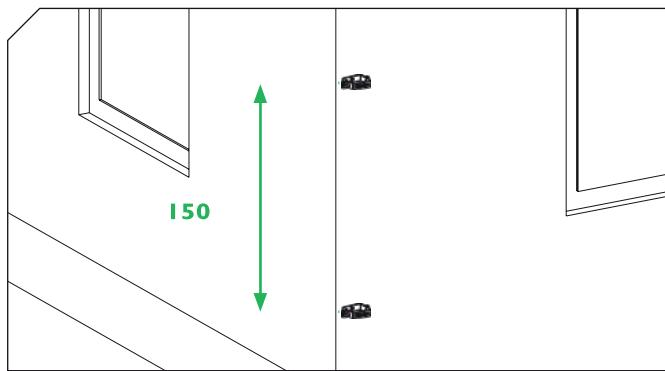

Рисунок 21
8.2. Рекомендуемое расстояние между дюбелями – 150 см (рисунок 21)